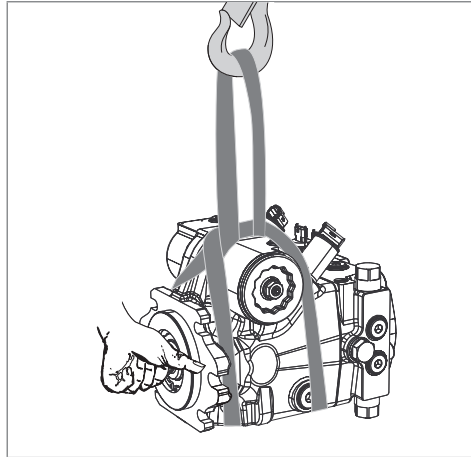

图 4: 用提升带运输
- ▶ 用提升带缠绕轴向柱塞单元，不要使提升带穿过装配的部件（例如阀、管线），并且轴向柱塞单元不会通过装配的部件悬挂（请参阅 图 4）。